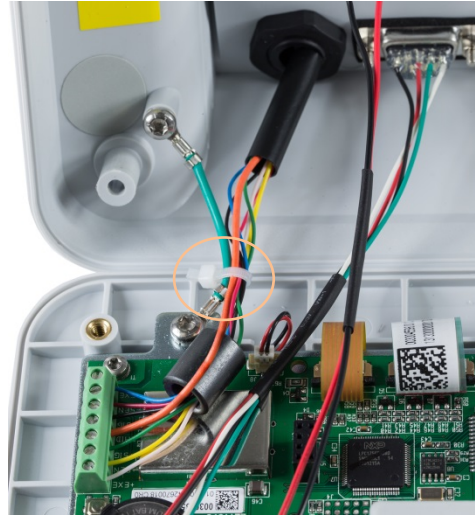

Figura 2-24: Installazione del terminale di messa a terra e della ferrite per la cella di carico analogica, IND231
5. La disposizione all'interno del cavo della cella di carico è illustrato nella Figura 2-24.